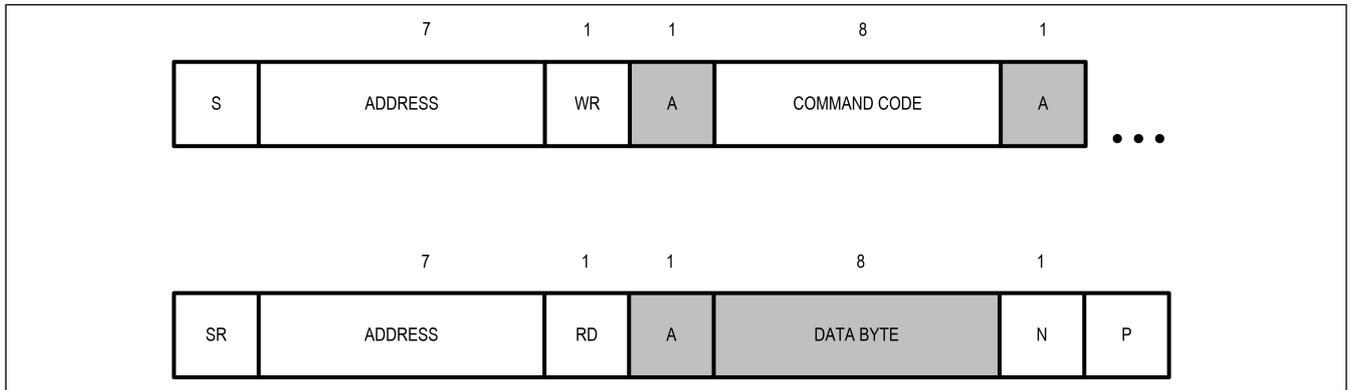

図 3. I2C の読出し
I2C の読出し動作 (図 3) では、バス・マスタが START (S) 条件とそれに続く 7 個のアドレス・ビット、1 個の書き込みビット (R/W = 0)、8 ビットのレジスタ・アドレスを送信することで書き込みコマンドを発します。次いで、マスタは反復 START (Sr) 条件とそれに続く 7 個のアドレス・ビットおよび 1 個の読出しビット (R/W = 1) を発します。アドレス・バイトが正常に受信されると、デバイス (スレーブ) はアクノレッジ (A) を発します。その後、マスタはスレーブからの読出しを行います。連続読出しの場合、マスタは受信バイトごとにアクノレッジ・ビット (AM) を発します。マスタは、ノット・アクノレッジ (N) ビットを送信して読出し動作を終了します。それによりデバイスはデータ・ラインを解放します。